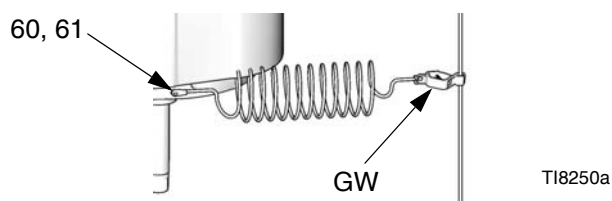

Рис. 2. Провод заземления
См. Рис. 2. Для подсоединения провода заземления 244524 (GW) к задней панели пневматического двигателя следует использовать винт заземления (60) и пружинную шайбу (61). Затяните винт надежным образом. Другой конец провода следует соединить с грунтовым заземлением.